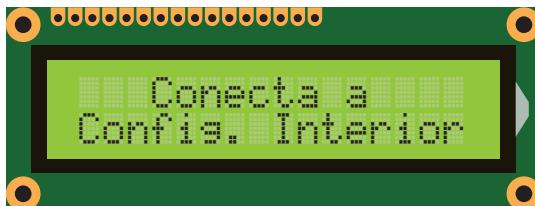

FIGURA 14: PANTALLA DEL MÓDULO INTERIOR: MODO GESTIÓN
1. Mientras pulsa el botón multifunción **I8**, conecte la alimentación USB **I6** del *módulo interior*. Cuando el testigo de configuración **I3** se encienda de forma fija y en la pantalla LCD **I1** aparezca el texto *Conecta a Config. Interior* (ver figura 14, página 19), suelte el botón **I8**.
1. Mientras pulsa el botón multifunción **I8**, conecte la alimentación USB **I6** del *módulo interior*. Si la alimentación ya está conectada, alternativamente, puede presionar el botón de reinicio **I5** mientras pulsa el botón multifunción **I8**. Cuando el testigo de configuración **I3** se encienda de forma fija y en la pantalla LCD **I1** aparezca el texto *Conecta a Config. Interior* (figura 14), suelte el botón **I8**.